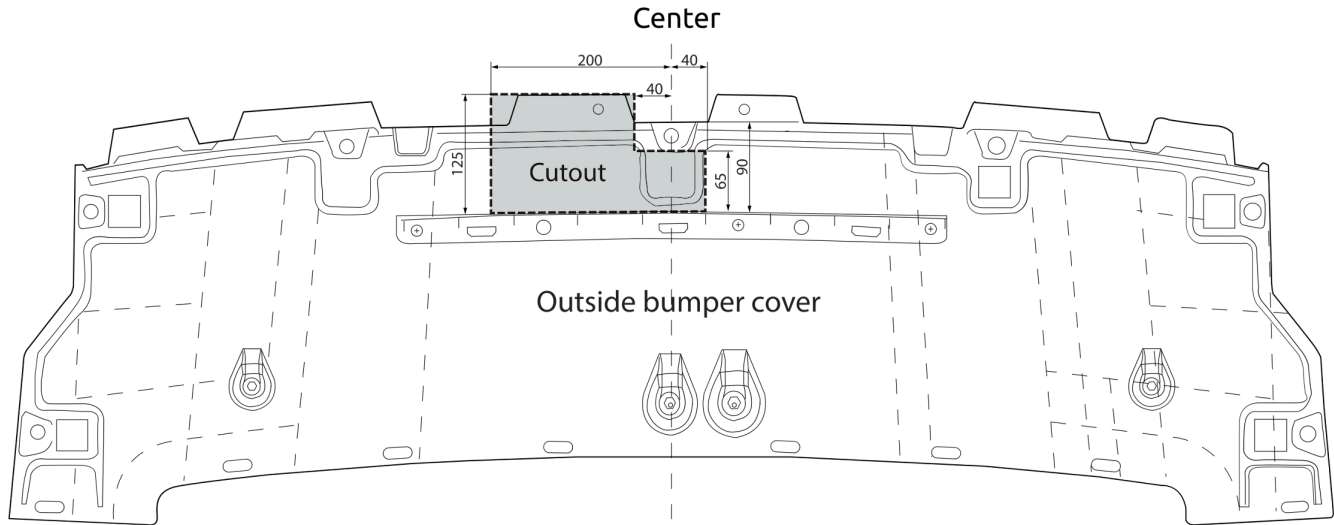

Fig. 5
9. Hyundai Ioniq 9: Выпилить обозначенные части, как указано на рис. 5.